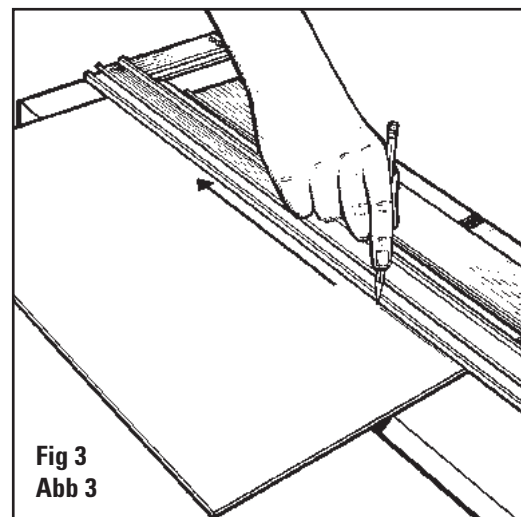

Fig 3
5. En utilisant un crayon, tracer une ligne sur toute la longueur au dos de la feuille de carton, ainsi que sur les trois côtés restants (**Fig. 3**).
5. Utilizando un lápiz, dibuje una línea de longitud completa del dorso de la lámina perimétrica. Repita esto para los tres lados restantes (**Fig. 3**).
5. Zeichnen Sie mittels Bleistift die erste Hilfslinie über die gesamte Breite des Passepartoutkartons. Wiederholen Sie dies für die anderen drei Seiten. Abb. 3
5. Con una matita, tracciare una linea lungo l'intera lunghezza della parte posteriore del cartoncino. Ripetere la procedura per i tre lati rimanenti (**Fig. 3**).